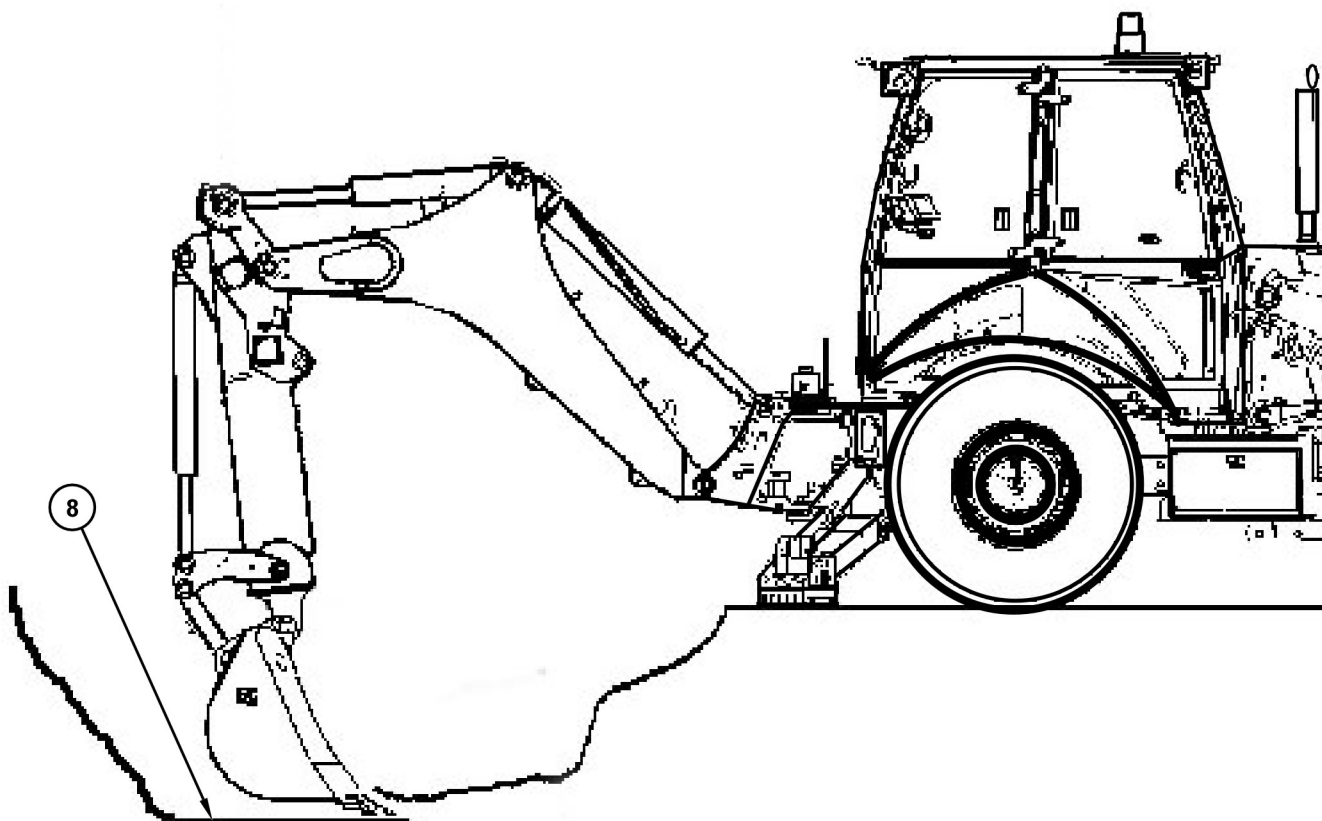

Ilustración 129
2. Coloque el cucharón de la Retroexcavadora cargadora en la rasante deseada. Vea la Ilustración 129.